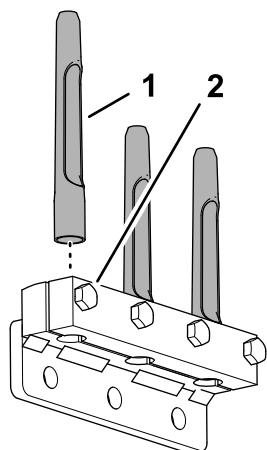

Figura 41
2. Monte los taladros en el portataladros y en la abrazadera de taladros (Figura 41).